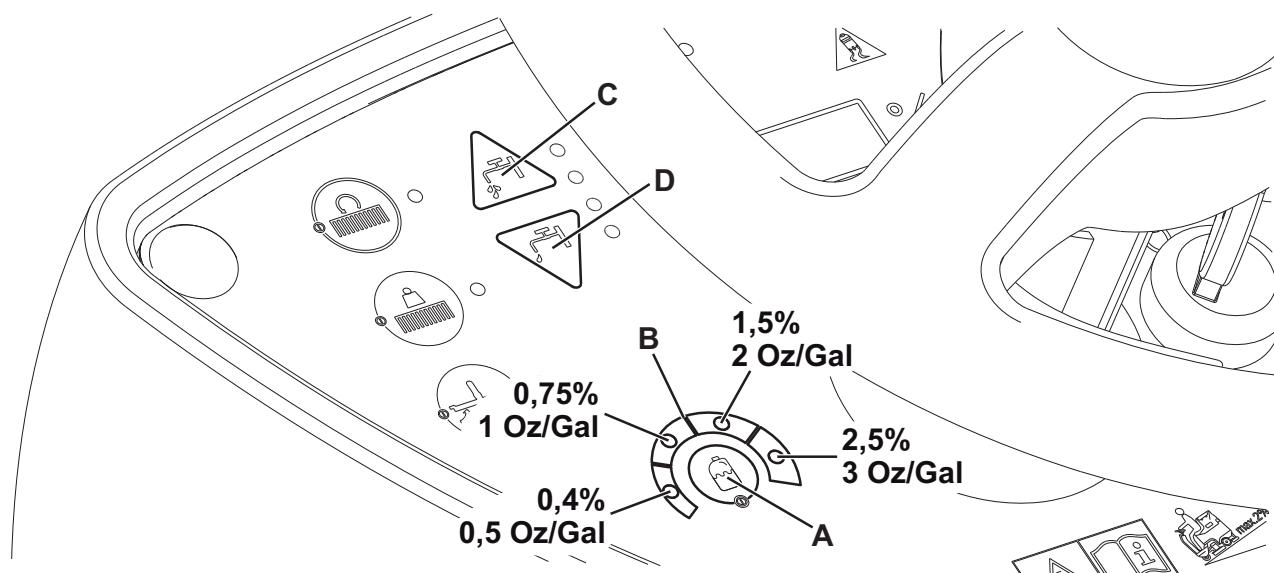

Figure 5
Le système pour le mélange du détergent à l'eau de lavage est activé en appuyant sur le bouton-poussoir de réglage du pourcentage de détergent (A, Fig. 5) : si un des DELS est allumé, le détergent est ajouté à l'eau de lavage.
- La concentration de détergent configurée change près de la zone (B) allumée, comme indiqué dans la figure 5.
- Appuyer plusieurs fois sur l'interrupteur (A) pour changer la concentration de détergent jusqu'à atteindre la valeur désirée ou pour réduire à zéro la quantité de détergent (tous les DELS sont éteints).